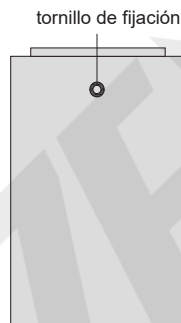

Fig.1
1. Antes de utilizarlo, afloje el tornillo de fijación con una llave (fig. 1) y limpie la superficie superior y la inferior.